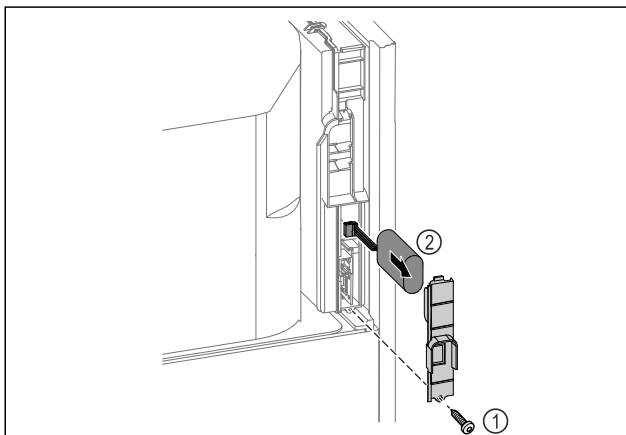

Fig. 219
- ▶ Csavarja ki a csavart, és távolítsa el a fedelet a készülék hátoldaláról Fig. 219 (1).
- ▶ Válassza le, és vegye ki az elemet Fig. 219 (2).